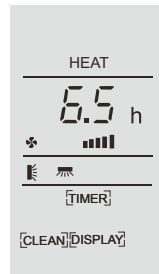

Figure 1,
- 4 La figure 1 présente un exemple de minuterie activée, la figure 2 un exemple de minuterie désactivée.